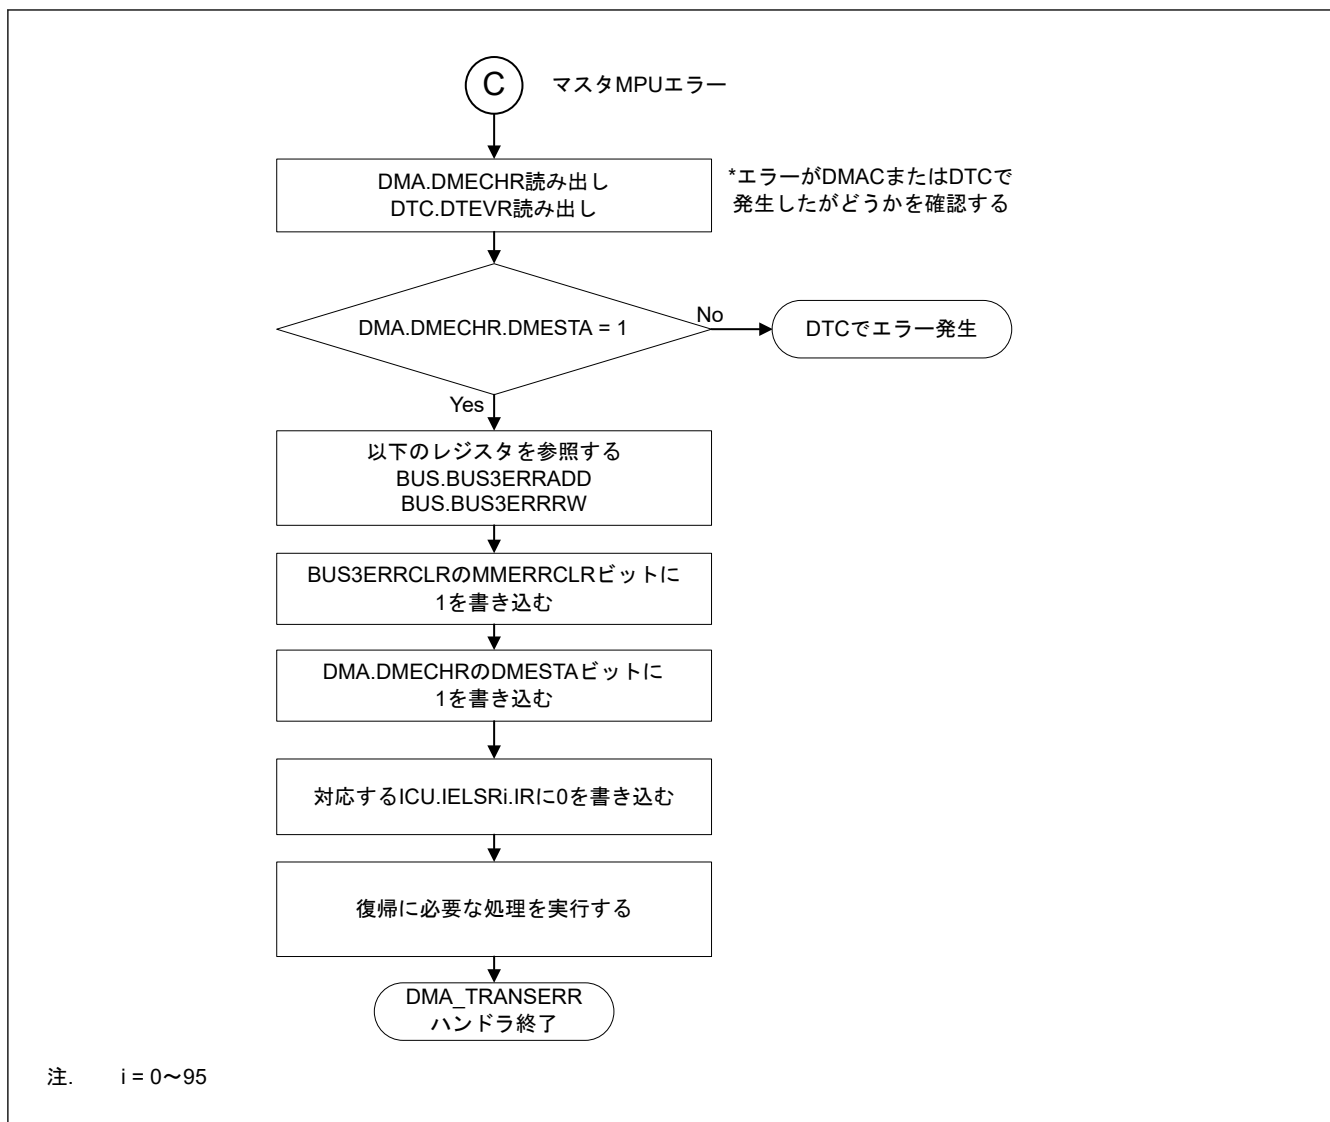

図 16.30 マスタ MPU エラーによる DMA_TRANSERR ハンドラの処理
- 図 16.30 に DMAC のマスタ MPU エラーが発生したチャンネルとセキュリティ属性を確認するフローを示します。